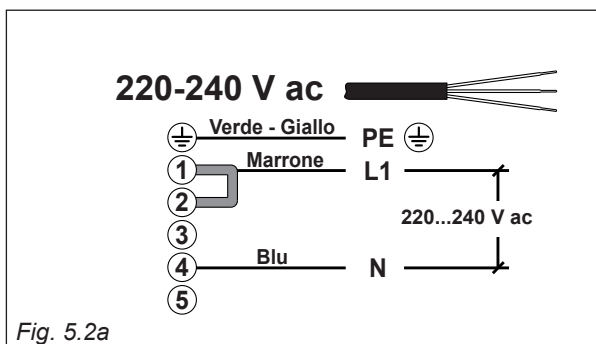

Fig. 5.2a
- Connettere i cavi di fase, neutro e di terra alla morsettiera **"E"** secondo lo schema di fig. 5.2a oppure 5.2b.